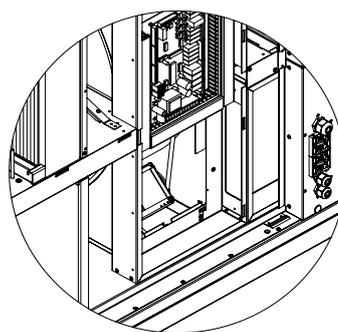

Рис. 16
- Снять крышку со смотрового отверстия (см. рис. 16).